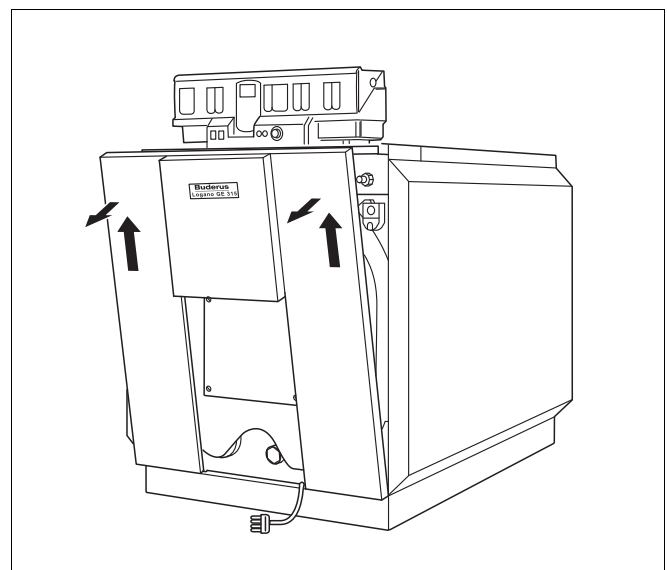

Fig. 50 Rimuovere il pannello anteriore
- ▶ Sollevare leggermente la parete anteriore ed estrarla in avanti (fig. 50).